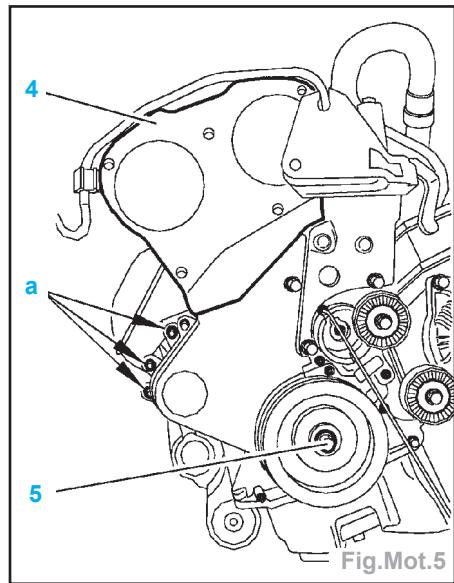

Fig. Mot.5
- Déposer le carter de distribution (4) (Fig. Mot.5).